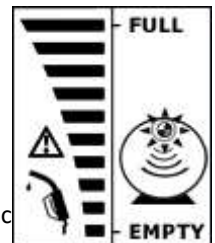

Fig. 7
1) Un triangle, un pistolet, un feu rouge et l'ensemble des barres clignotent (fig 7)